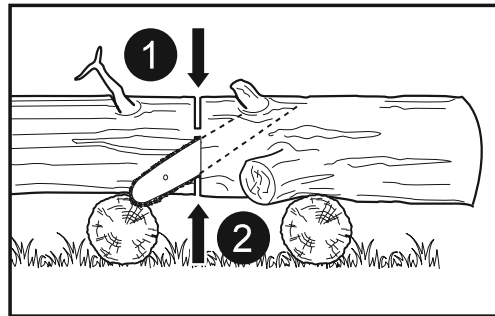

Fig. 31
3. Quando o tronco é suportado em ambas as extremidades (Fig. 31), corte 1/3 do diâmetro a partir do lado superior (corte transversal sobre a parte superior). Em seguida, proceda ao corte final com um corte transversal sobre 2/3 da parte inferior até alcançar o primeiro corte.